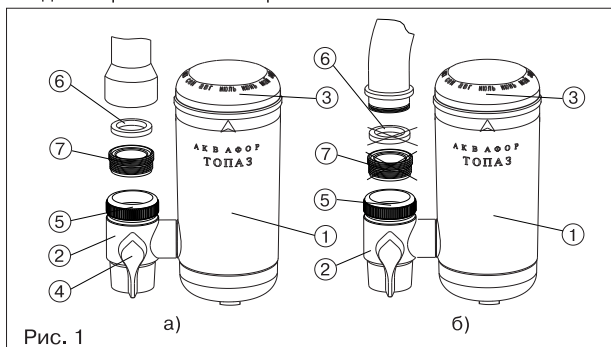

Рис. 1
- для удобства монтажа поверните модуль (1) относительно переключающего клапана (2) на один оборот против часовой стрелки и аккуратно выньте модуль (1);
- выверните пластмассовый резьбовой переходник (7) из узла подключения (5) переключающего клапана (2);
- если кран имеет внутреннюю резьбу, то вверните в него пластмассовый резьбовой переходник (7) с уплотнительной шайбой (6), затем на пластмассовый резьбовой переходник (7) наверните узел подключения (5) переключающего клапана (2) (рис. 1а);
- ВНИМАНИЕ!** Возможно при использовании резьбового переходника (7) будет необходимо поменять метастами уплотнительную шайбу, находящуюся в узле подключения (5) и уплотнительную шайбу (6).
- если кран имеет наружную резьбу, то наверните на кран узел подключения (5) переключающего клапана (2) (рис. 1б);
- расположите модуль (1) вертикально и аккуратно вставьте его до упора в переключающий клапан (2), после чего поверните модуль (1) на один оборот по часовой стрелке.